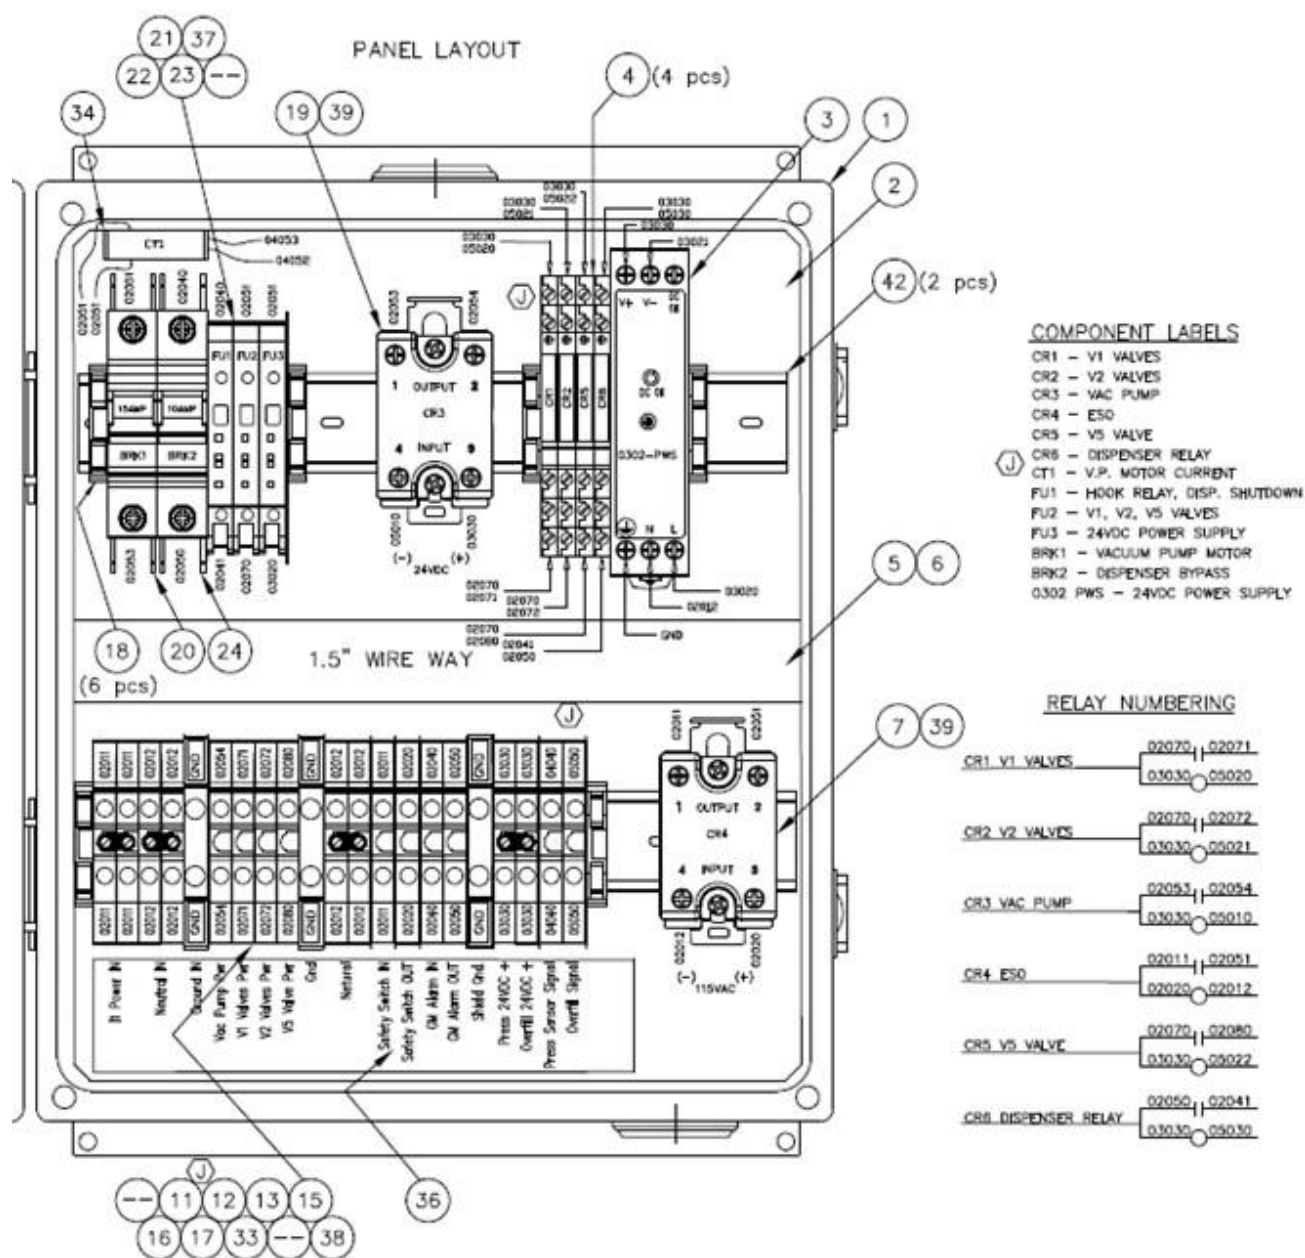
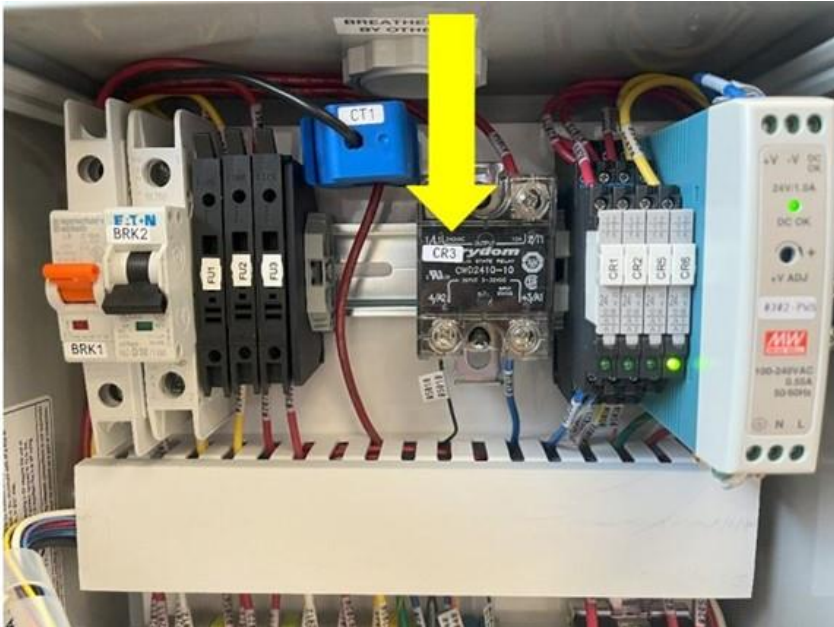

Figura 9-2: Panel de control VST, piezas de repuesto del panel interior
Figura 9-4: Relé de estado sólido de la bomba de vacío
- Ver la figura 9-2
4. Encuentre el disyuntor del motor de la bomba de vacío (**Vea la Figura 9-2, elemento n.º 20**) y tome nota de los números y ubicaciones de los cables. **Vea la Figura 9-3.**
4. Encuentre el relé de estado sólido de la bomba de vacío (vea la **Figura 9-2, elemento n.º 19**) y tome nota de los números y ubicaciones de los cables. **Vea la Figura 9-4.**
5. Utilice un destornillador para retirar los cuatro cables. **Vea la Figura 9-4.**
- **Vea la figura 9-4.**
3. Vuelva a instalar los cables en los contactos correspondientes. Los cables de VDC inferiores deben instalarse como se muestra en la **Figura 9-4** debido a la polaridad.